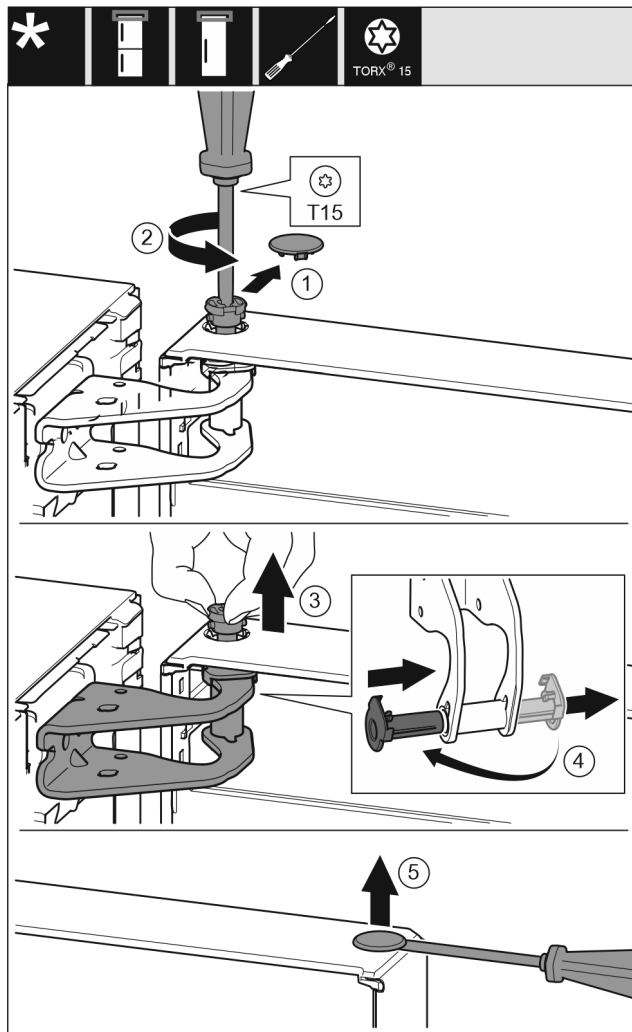

Fig. 9
- ▶ Óvatosan húzza le a biztonsági fedelet. Fig. 9 (1)
- ▶ Tekerje ki a csapot egy kissé a T15 csavarhúzóval. Fig. 9 (2)
- ▶ Tartsa meg az ajtót, és húzza ki a csapszeget az ujjával. Fig. 9 (3)
- ▶ Húzza ki a csapágyperselyt a vezető sínből. Helyezze be a másik oldalról, és pattintsa a helyére. Fig. 9 (4)
- ▶ Óvatosan emelje ki a dugaszt az ajtó csapágyperselyéből lapos csavarhúzóval, és húzza ki. Fig. 9 (5)